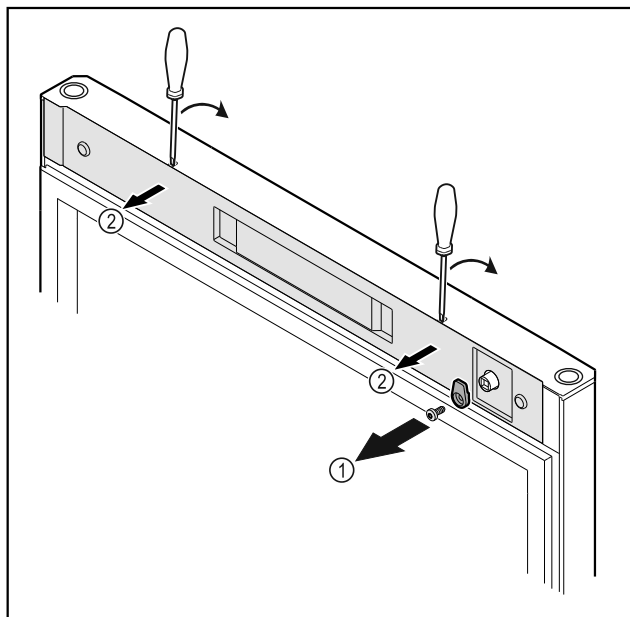

Fig. 53
- Skru av lukketappen Fig. 53 (1).
- Vipp dekselet Fig. 53 (2) ut av stilling med en liten skruetrekker, og ta det av.